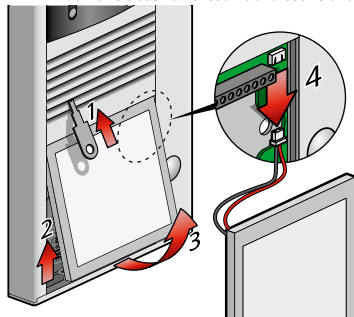

Abb. 1
1. Entfernen Sie das Namensschild und lösen Sie vorsichtig den Anschluss für die Namensschildbeleuchtung (Abb. 1).